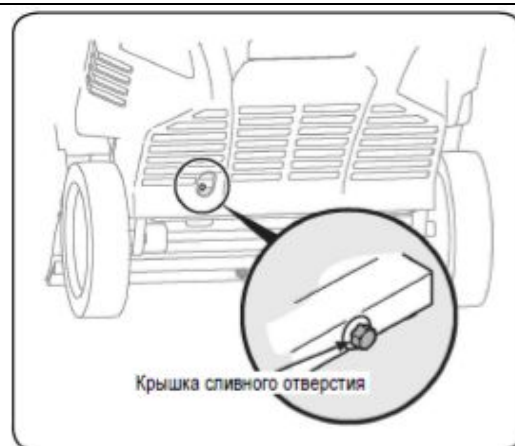

Рис. 13
3. Отверните пробку сливного отверстия. См. Рис. 13.